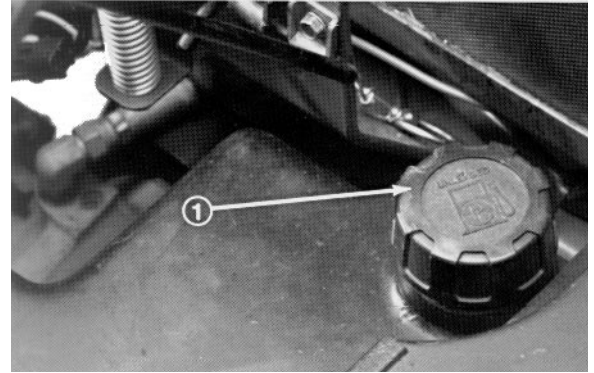

Fig. 3
2. Ta lokket av drivstofftanken (fig. 3) og fyll på dieselolje til 25 mm fra toppen. Sett lokket godt tilbake på plass etter fylling.